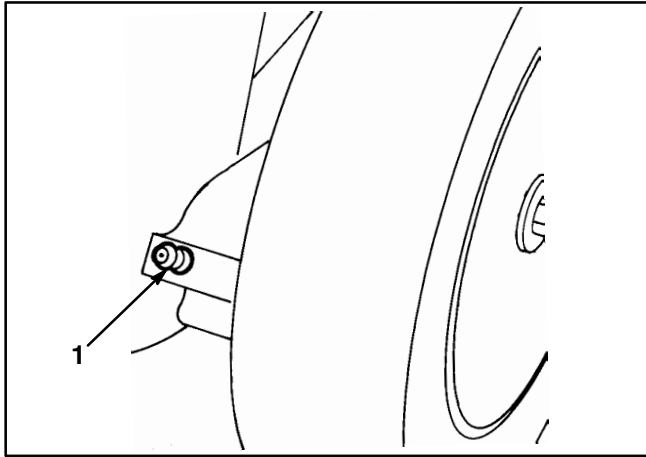

Figure 27
2. Placer les leviers de réglage de hauteur de coupe des roues arrière sur le réglage "2". Essuyer les graisseurs à l'aide d'un chiffon propre (Fig. 27). Appliquer un pistolet graisseur rempli de graisse multi-usage au lithium No. 2 sur le graisseur et pomper doucement 2 ou 3 fois.